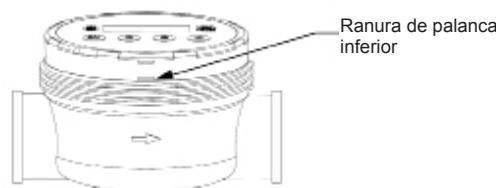

Figura 7
- Inserte un destornillador con cabeza fresada en la ranura inferior (consulte la Figura 7) y ejerza un poco de presión en la cubierta del medidor (elemento n.º 6).